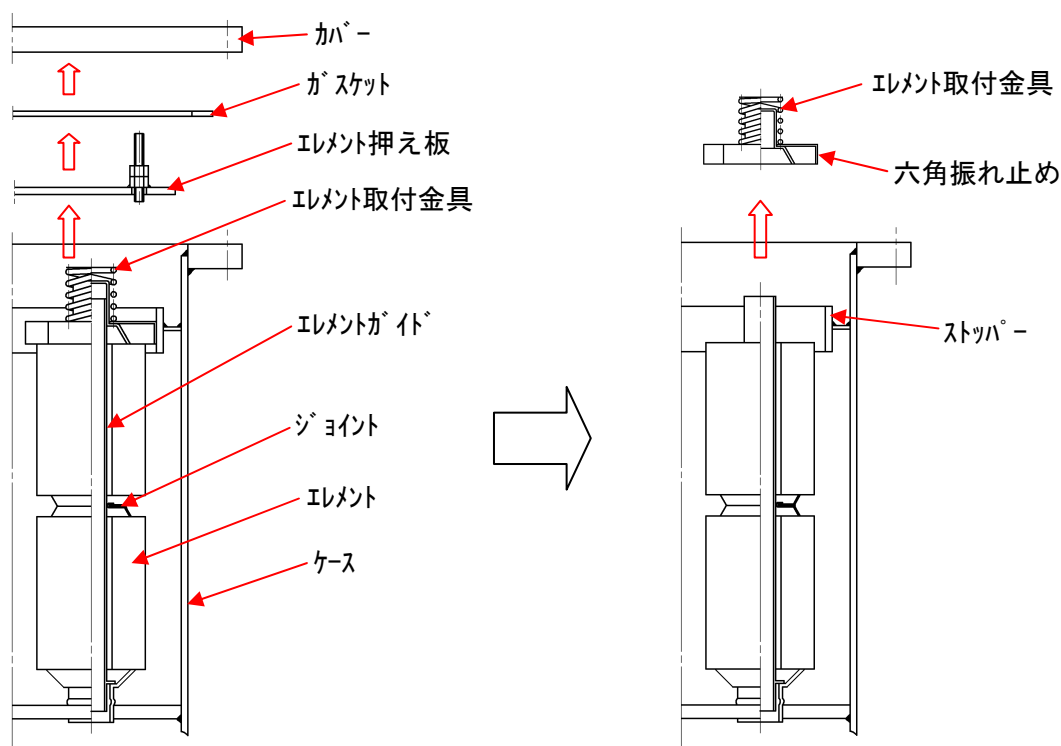
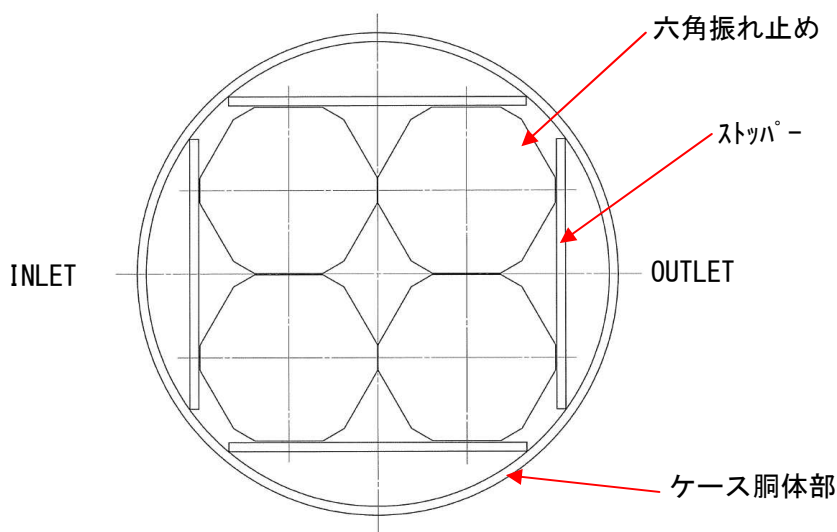

図4 カバーの取外し
図6 六角振れ止めの配置方法例（エレメント配置数4の場合）
### 【1】カバーの取外し（図4参照）
- ① 5. 【2】項 「エレメントの取外し」の逆の手順で組付けてください。
- ② エレメント取付金具をセットする際には、六角振れ止めをケースのストッパーの内側に図4及び図6のように配置してください。